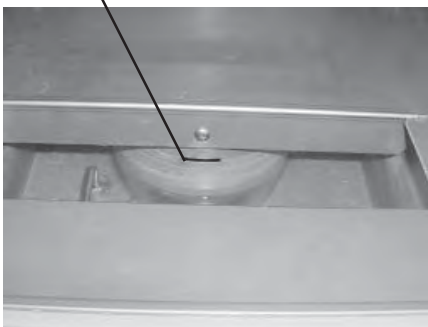

Figura 3-2
2. LIGUE (ON) o interruptor de POTÊNCIA e o visor mostra "PUSH TO PROOF" ("EMPURRE PARA VERIFICAR").
4. Abra a porta da unidade e verta aprox. 11,3 litros (3 galões) de água no tabuleiro de água da base, (mínimo 3,78 litros = 1 galão) até à ranhura no anel de concentração. Consulte a figura 3-2.